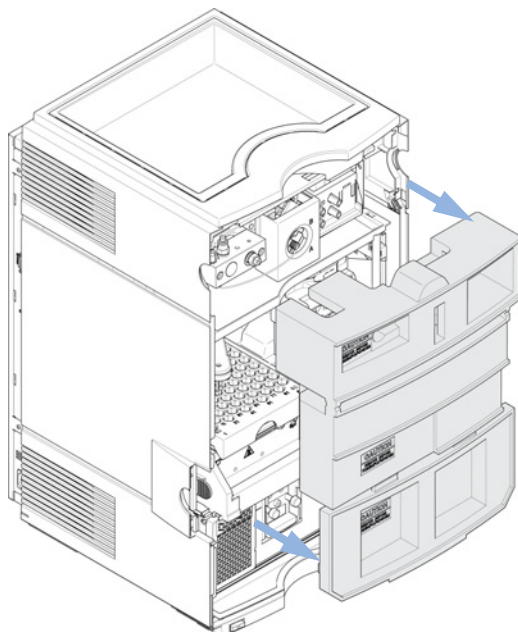

图 2 取下运输用塑料泡沫
- 14 在打开模块前，请确保已取下所有运输用塑料泡沫（请参见“第 38 页的图 2”）。然后通过电源按钮打开模块。